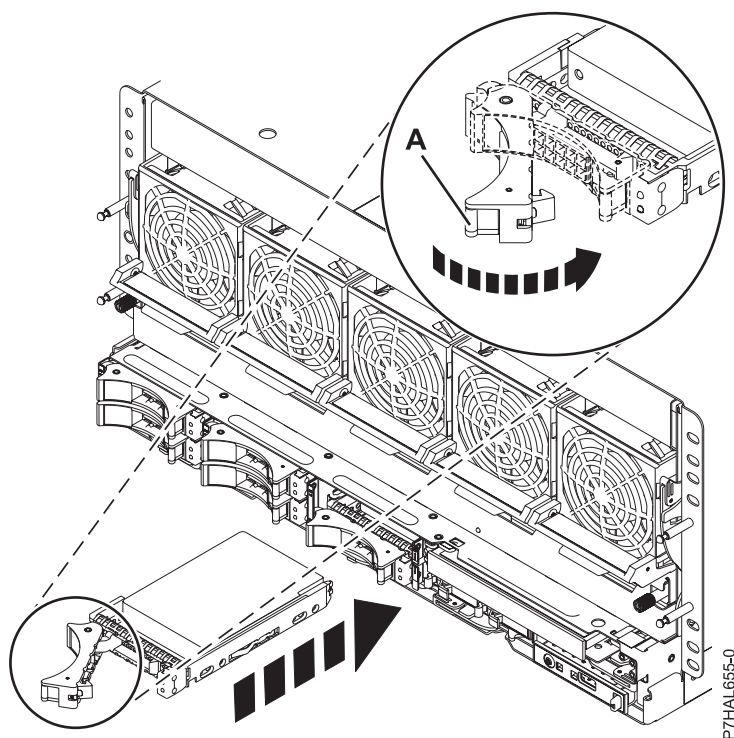

Figura 42. Sustitución de una unidad de disco en el sistema
8. Cuando el LED de identificación se encienda de manera fija, deslice la unidad de disco o la unidad de estado sólido hasta el fondo del sistema o de una unidad de expansión y empuje hacia adentro el asa de la unidad (A) hasta que quede encajada, como se muestra en Figura 42 en la página 72.